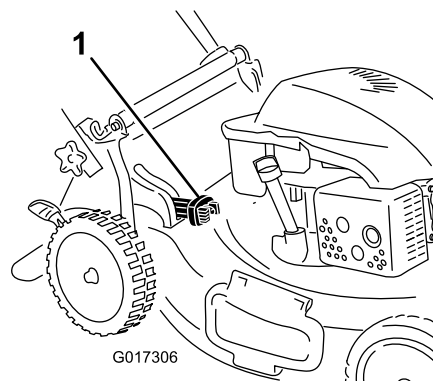

Figura 22
- Para ensacar los recortes de hierba y hojas, presione hacia dentro el botón de la palanca de ensacado a demanda y mueva la palanca hacia delante hasta que salga el botón de la palanca (Figura 22)